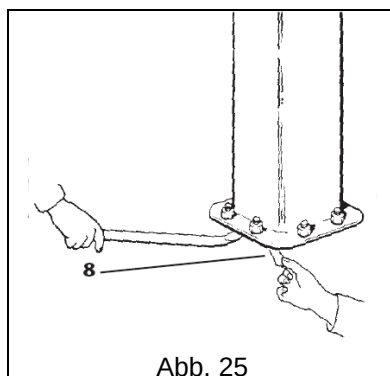

Abb. 25
- d. Die perfekte Ablotung wird, falls erforderlich, durch das Einsetzen entsprechender Zwischenstücke **8** erreicht (nicht im Lieferumfang enthalten), die an den Ankerschrauben unter der Grundplatte einzulegen sind (Abb. 25).